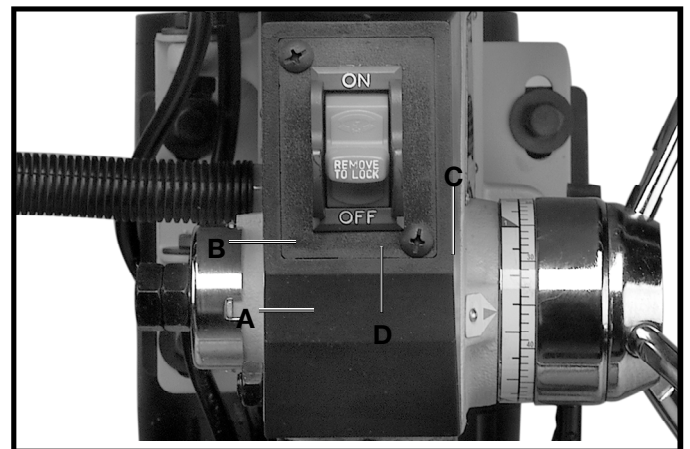

Fig. 31
2. Insérer l'extrémité lisse de la mèche (A, fig.31) dans le mandrin (B) aussi loin que possible puis retirer la mèche de 1,6 mm (1/16 po) ou, pour les mèches courtes, insérer jusqu'aux cannelures.
3. S'assurer que la mèche (A, fig. 31) est centrée dans le mandrin (B) avant de serrer le mandrin à l'aide de la clé (C).
4. Tourner la clé de mandrin (C, fig. 31) en sens horaire pour serrer et en sens antihoraire pour desserrer les mâchoires du mandrin.
6. **S'ASSURER QUE** la clé de mandrin (C, fig. 31) est retirée du mandrin avant de démarrer la perceuse à colonne. La clé de mandrin (C) est dotée d'une goupille auto-éjectable (D) qui aide à minimiser le risque associé à un oubli.